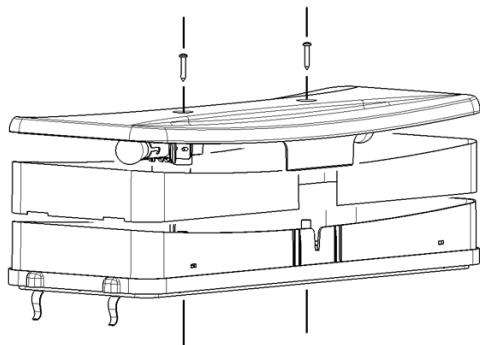

figure 10
- 1** Substitution des ampoules du couvercle lumineux (voir figure 10) :